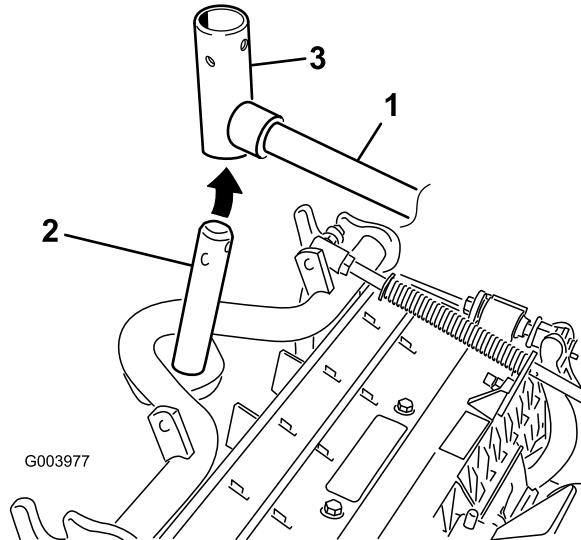

Figura 10
8. Per gli elementi di taglio anteriori, infilate un elemento di taglio sotto il braccio di sollevamento mentre inserite l'albero del telaio portante nella forcella di articolazione del braccio di sollevamento (Figura 10).
- B. Inserite la forcella del braccio di sollevamento nell'albero del telaio portante (Figura 10).